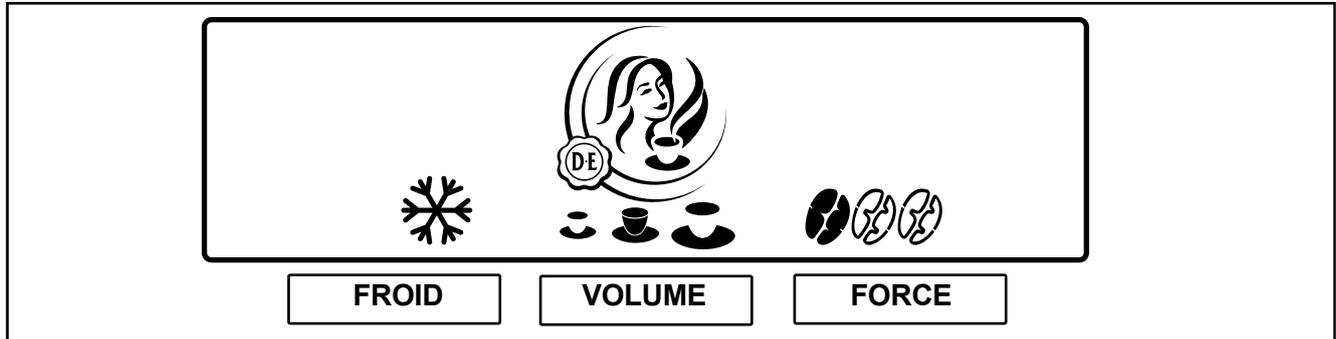

Fig. 15
Votre distributeur est équipé de possibilités de présélection. Il se pourrait que le technicien du service après-vente ait activé une de ces possibilités de présélection lors de l'installation. L'actionnement des touches de présélection lance l'affichage des possibilités de présélection ci-après (fig. 15):
2. Appuyez sur la touche de présélection **FROID** pour activer ce choix. Le pictogramme pour **FROID** s'affiche (fig. 15).
2. Appuyez sur la touche de présélection **VOLUME** pour activer ce choix. L'affichage affiche trois tasses (petite - moyenne - grande) (fig. 15).